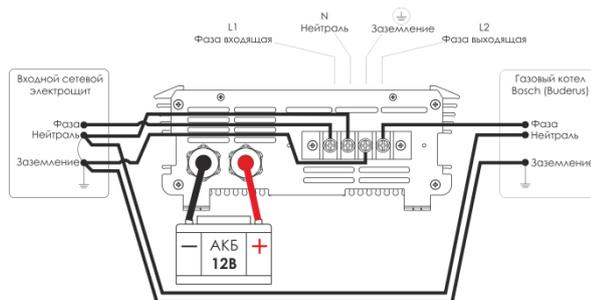

Рис.2
- подключение котла к нейтрали и заземлению должно осуществляться непосредственно в вводном сетевом электрощите, с помощью отдельного кабеля сечением не менее 1,5 мм², подключение к кабелю иных нагрузок кроме котла не допускается, см. Рис.2;
- шина нейтралей в вводном сетевом электрощите должна иметь надежное соединение с шиной заземления, см. Рис.2.